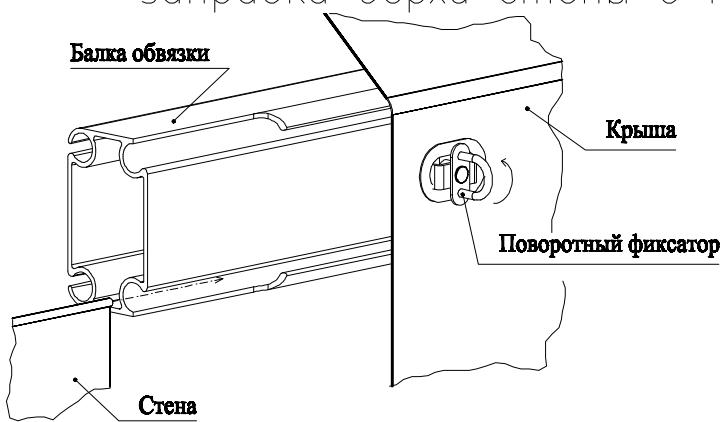

Рис. 15 Крепление низа стены
23. Установить тенты ограждений, заведя их во фрезерованные каналы стоек согласно рис. 16 и протащить вниз до момента совпадения металлизированных отверстий (ловерсов) на верхней кромке тента ограждения с поворотными фиксаторами забора. Закрепить тенты ограждения на поворотных фиксаторах согласно рис. 15.
25. Заправить тенты стен в вертикальные пазы стоек согласно рис. 16 и закрепить их на поворотных фиксаторах забора поверх тентов ограждения согласно рис. 15.